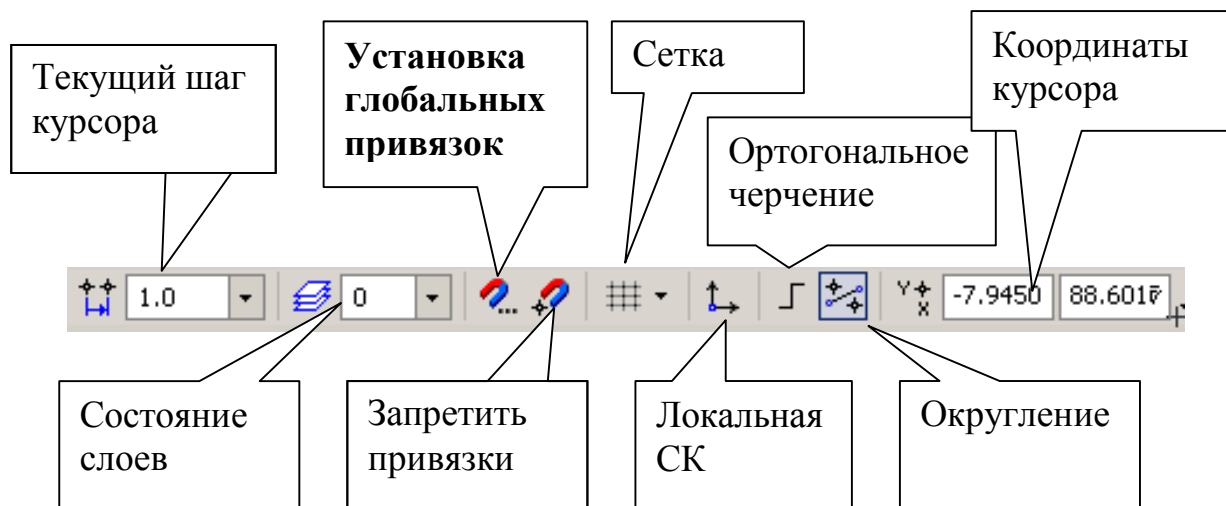
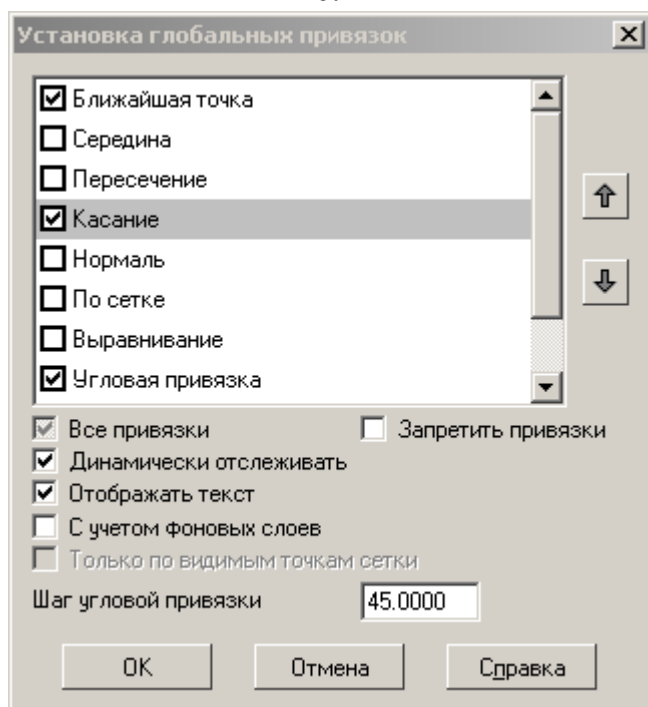

Рис. 2
Рис. 3
1. Нажатием кнопки **Установка глобальных привязок**, рис. 2, в **Строке текущего состояния** откройте диалоговое окно **Установка глобальных привязок**, рис. 3. Для выполнения задания достаточно двух привязок: **Ближайшая точка** и **Касание**. Отключите остальные привязки. У всех примитивов (отрезки, дуги, окружности и т. д.) есть характерные точки. Их можно увидеть в виде черных точек, если выделить элемент одним щелчком левой кнопкой мыши. Привязка **Ближайшая точка** реагирует на эти характерные точки.